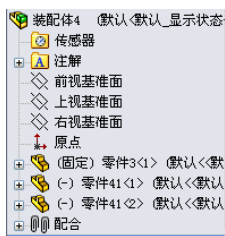

图 11-19 复制后的“FeatureManager 设计树”
(1) 打开要操作的实体，如图 11-17 所示。按住〈Ctrl〉键，在 FeatureManager 设计树中选择需要复制的零部件，然后将其拖动到视图中合适的位置，复制后的装配体如图 11-18 所示，复制后的“FeatureManager 设计树”如图 11-19 所示。